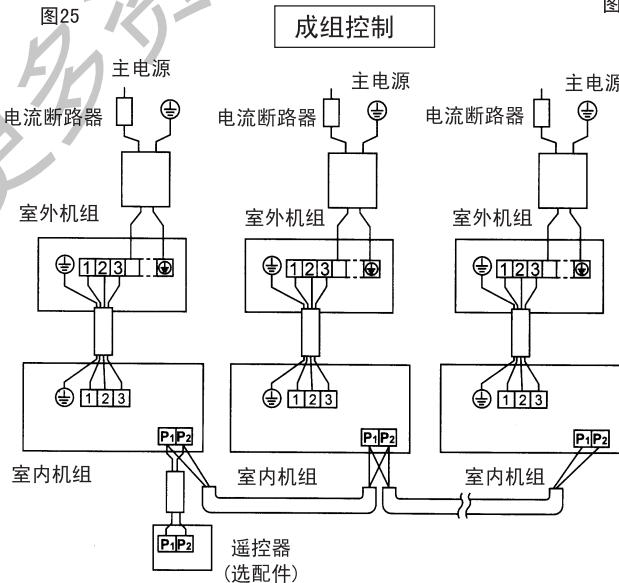

图27
- 成组控制型：一只遥控器控制多达16台室内机。（所有室内机都受遥控器控制）（参见图 27）